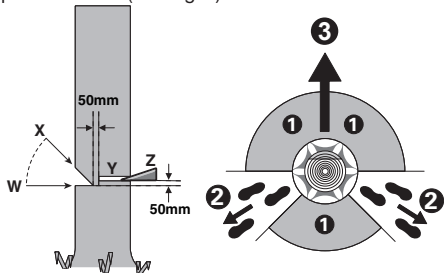

Figure 1
L'opérateur de la tronçonneuse à chaîne doit se maintenir en amont du terrain étant donné que l'arbre pourrait rouler ou glisser vers le bas après l'abattage. Prévoir et dégager un chemin d'évacuation autant que nécessaire avant de commencer les coupes. Le chemin d'évacuation doit s'étendre à l'arrière et diagonalement derrière la ligne de chute prévue comme illustré à la Figure 1.
Pratiquez une entaille égale à 1/3 du diamètre de l'arbre, perpendiculaire à la direction de chute comme illustré à la Figure 1. D'abord effectuer l'entaille inférieure horizontale (W). Cela évite que la chaîne ou la barre de guidage ne se coince pendant l'exécution de la deuxième entaille (X).
Pratiquez une coupe d'abattage (Y) d'au moins 50 mm plus grande que l'entaille horizontale comme illustré à la Figure 1. Effectuer la coupe parallèlement à l'entaille horizontale. Scier de façon qu'il reste un dos (latte de coupe) qui sert de charnière. Cette charnière évite que l'arbre ne tourne et tombe dans la mauvaise direction. Ne pas scier complètement le dos.
Lorsque l'arbre commence à tomber, sortir la tronçonneuse de la coupe, l'arrêter, la poser par terre et quitter la zone de danger par la voie d'issue prévue (2). Faire attention aux branches qui tombent et à ne pas trébucher. (Voir Fig. 1)